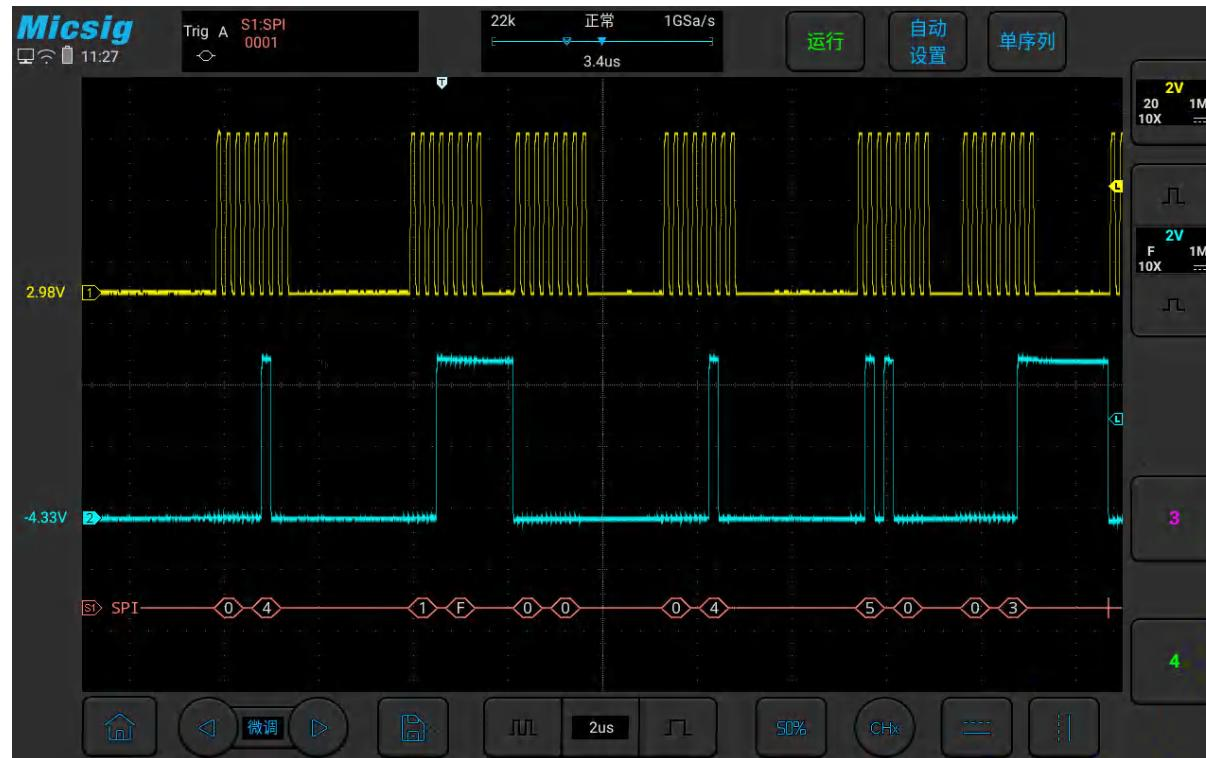

图11-20 SPI 图形界面
- (3) 打开触发设置菜单，触摸屏上点按数据，使用虚拟软键盘设置要匹配的数据为“0001”；
(4) 依据信号幅值调节2个通道阈值电平； SPI 触发图形界面见图 11-20：